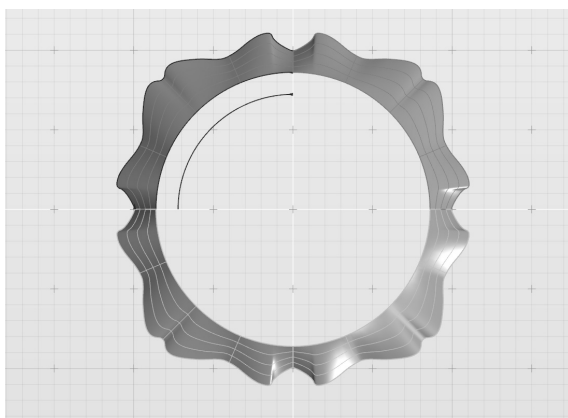

图 5-154 镜像源曲面与镜像曲面
4) 随后将这两个面关于 X 轴对称, 获得结果如图 5-154 所示。